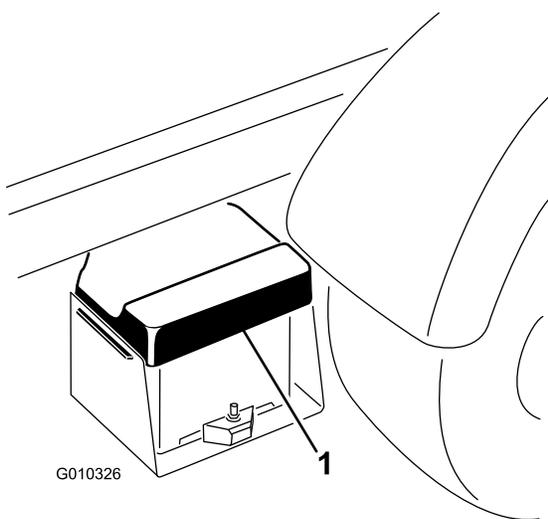

Рисунок 49
1. Сожмите крышку аккумуляторной батареи, чтобы высвободить лапки из основания аккумуляторной батареи, и снимите крышку с основания аккумуляторной батареи (Рисунок 49).